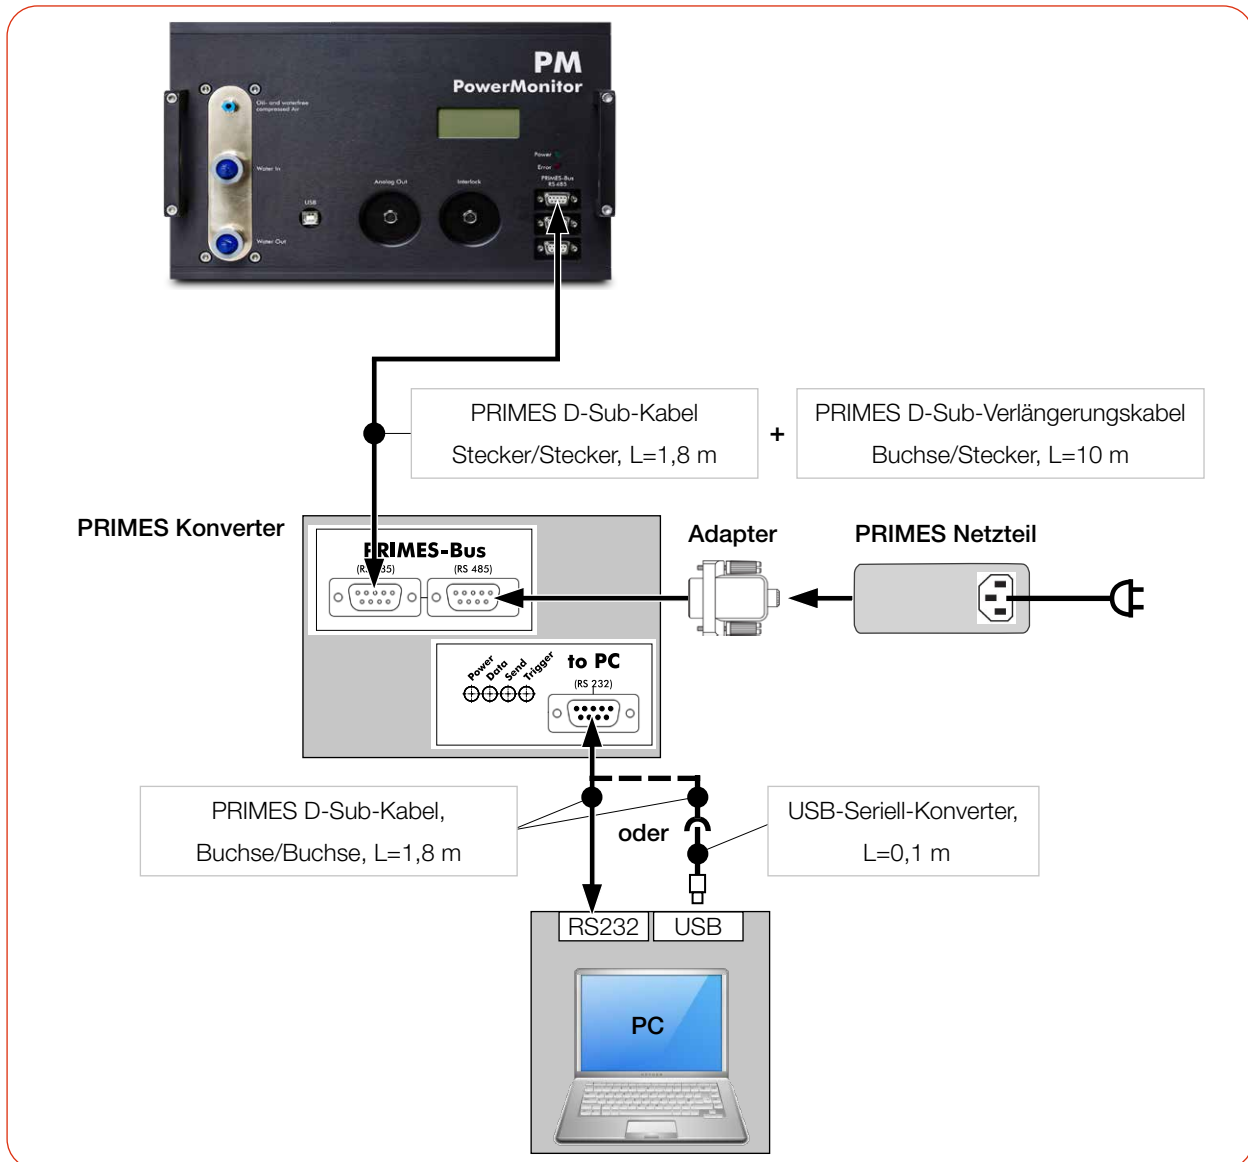

Abb. 8.8: Spannungsversorgung über PRIMES Netzteil, Datenübertragung über D-Sub Kabel oder USB-Seriell-Konverter (am Beispiel des PM 100)
- ▶ Verbinden Sie den PC nur über den PRIMES RS485/RS232-Konverter (to PC) mit dem PM (siehe Abb. 8.8 auf Seite 30).
► Schließen Sie die Kabel gemäß der Abb. 8.8 auf Seite 30 an.